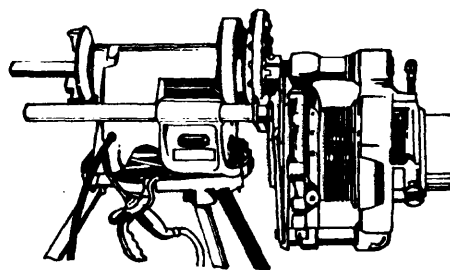

Fig. 17
1. Máxima longitud posible de una rosca = separación entre cuerpo y guía (fig. 17) (Ver "Mecanismo anti-trabante" del Tema 21).